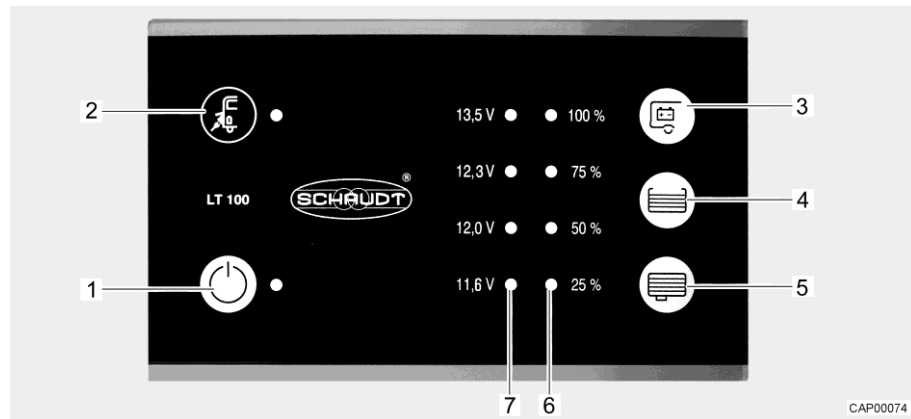

Fig. 70 Pannello di controllo (LT 100)
Il LED giallo accanto al simbolo del collegamento a rete "⚡" (Fig. 70,2) si accende, quando il veicolo è collegato a un'alimentazione di rete esterna. Il LED si accende anche se il pannello di controllo è spento.
L'interruttore principale a 12 V (Fig. 70,1) inserisce o disinserisce il pannello di controllo e l'alimentazione a 12 V dell'abitacolo.
- Premere l'interruttore "⏻" (Fig. 70,1): L'alimentazione a 12 V dell'abitacolo è inserita. Il LED diventa verde.
- Premere di nuovo l'interruttore "⏻" (Fig. 70,1): L'alimentazione a 12 V dell'abitacolo è disinserita. Il LED si spegne.
La scala LED (Fig. 70,7) indica la tensione della batteria dell'abitacolo nel modo seguente:
- Premere il tasto " " (Fig. 70,3): Viene indicata la tensione della batteria dell'abitacolo.
La scala LED (Fig. 70,6) indica il livello del serbatoio dell'acqua potabile o del serbatoio delle acque grigie.
**Indicazione livello:** Premere il tasto "☰" (Fig. 70,4): Il livello di riempimento del serbatoio dell'acqua potabile è indicato dai LED accesi.
Premere il tasto "☰" (Fig. 70,5): Il livello di riempimento del serbatoio delle acque grigie è indicato dai LED accesi.